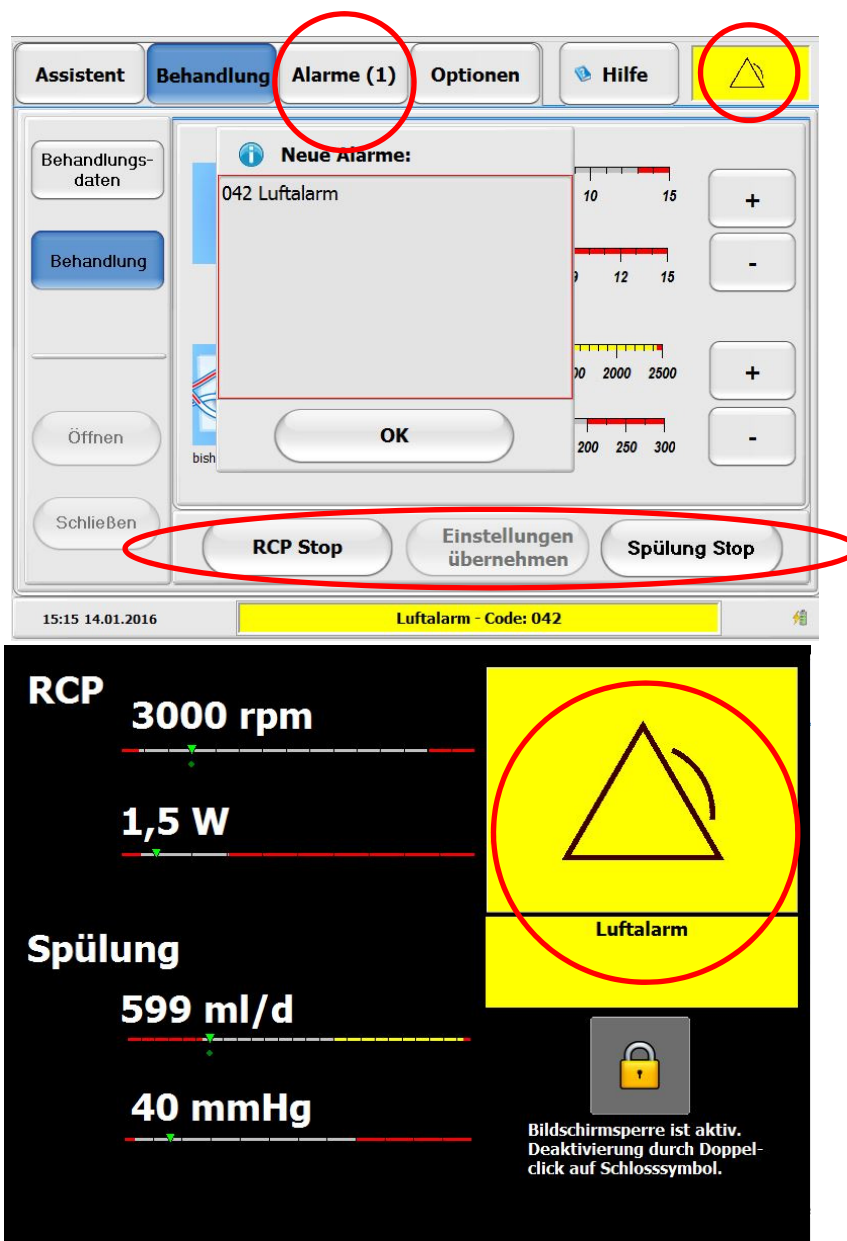

Abbildung 73: Alarmanzeige im Behandlungsbildschirm und der Bildschirmsperre
- Die visuelle Alarmierung wird im Behandlungsbildschirm an 3 Stellen angezeigt (siehe Abbildung 73).
- Ist die Bildschirmsperre der Bedienoberfläche aktiv, erfolgt die visuelle Alarmierung auf dem gesperrten Bildschirm oben rechts (siehe Abbildung 73).